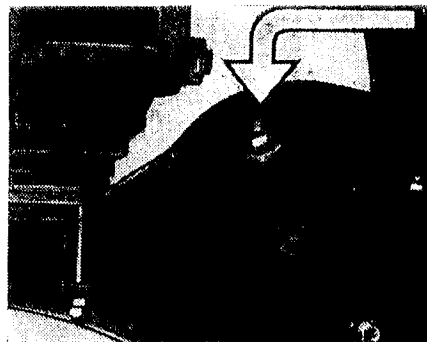

Abb. 54
29. Ölstand im Vorderachsgehäuse alle 2000 km kontrollieren und evtl. ergänzen. Ölwechsel nach jeweils 8000 km vornehmen. Ölfüllmenge: ca. 5,25 Ltr. (Qualität nach SAE 90.) (Abb. 54)